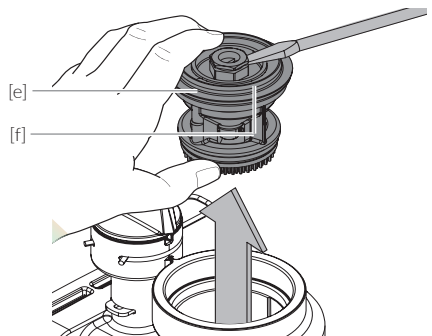

Abb. 8.14
- / Abb. 8.14: Kartusche [e] mit dem Gleitring [f] entnehmen